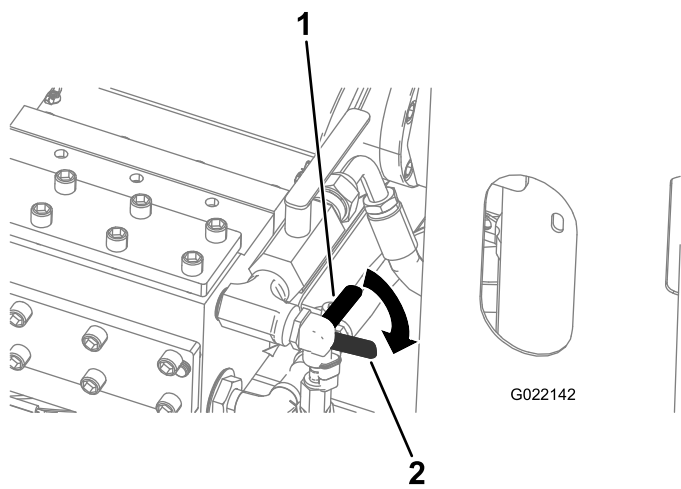

Рисунок 154
- А. Откройте клапан антифриза на передней стороне насоса бурового раствора (нижний клапан), как показано на Рисунок 154.
6. Закройте клапан антифриза (Рисунок 154).